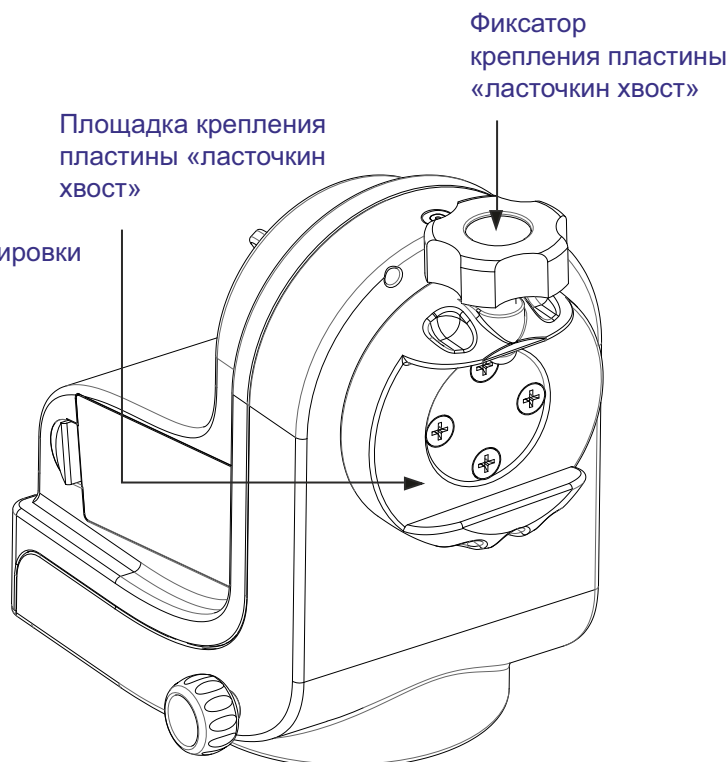

Рис. 1.3b
2. Ослабляйте фиксатор пластины «ласточкин хвост» до тех пор, пока он не перестанет мешать установке пластины «ласточкин хвост» в паз (рис. 1.3b).
3. Держите трубу телескопа горизонтально. Скользящим движением вставьте пластину «ласточкин хвост» в паз пластины площадки крепления (рис. 1.3b).